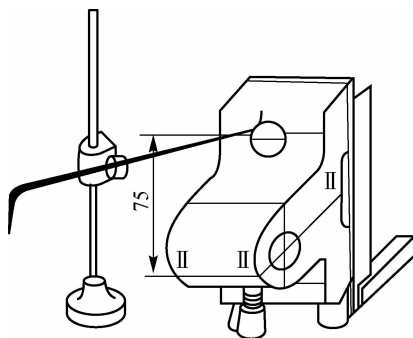

图 1-24 划大孔的垂直中心线及螺钉孔中心线
②转 90° ,用角尺找正。划大孔的垂直中心线及螺钉孔中心线,如图 1-24 所示。